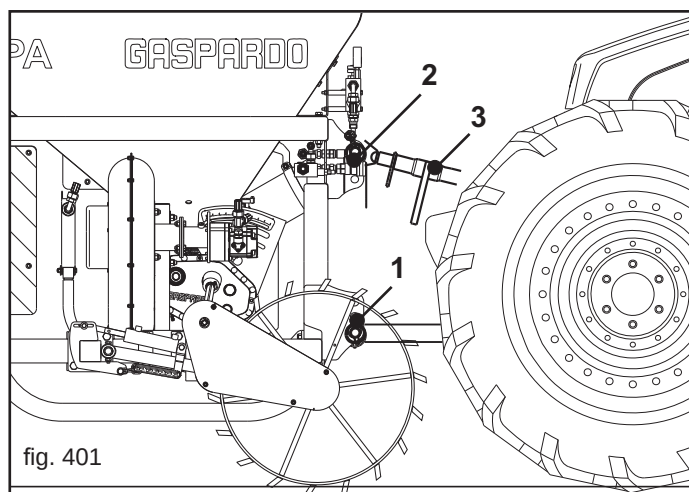
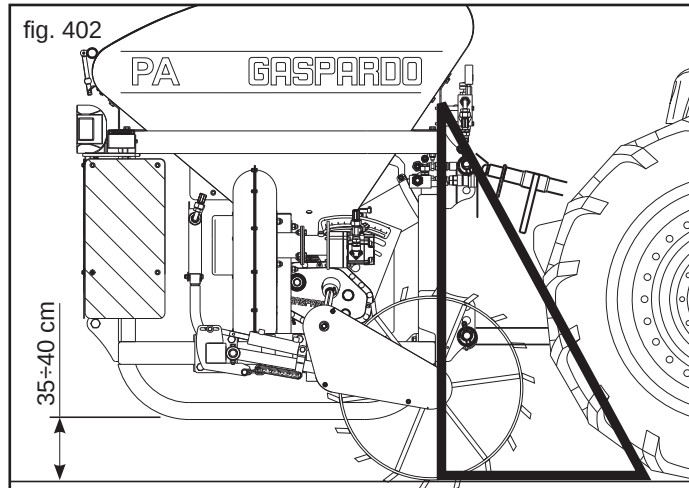

fig. 401
fig. 402
- 1) Die Hubvorrichtungstangen in die vorhandenen Bolzen einhängen (1, Abb. 401) und mit den Sicherheitssplints blockieren.
- 2) Den oberen dritten Punkt (2, Abb. 401) ankuppeln. Der Stift muß durch seinen Splint blockiert werden; mit der Einstellzugstange (3, Abb. 401) die Sämaschine senkrecht zum Boden ausrichten (Abb. 402).
- 5) Das Frontanbaugerät anheben und die Stützfüße abnehmen. Das Antriebsrad muß sich einwandfrei drehen können, hierzu die Höhe des Anbaugeräts bei Arbeitsstellung einstellen (35 bis 40 cm, Abb. 402). **Diese Einstellung muß während des gesamten Sävorgangs konstant beibehalten werden.**